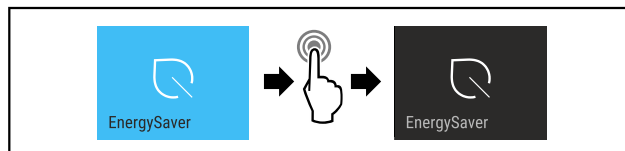

Fig. 15
- Ejecutar los pasos (consulte Fig. 15).